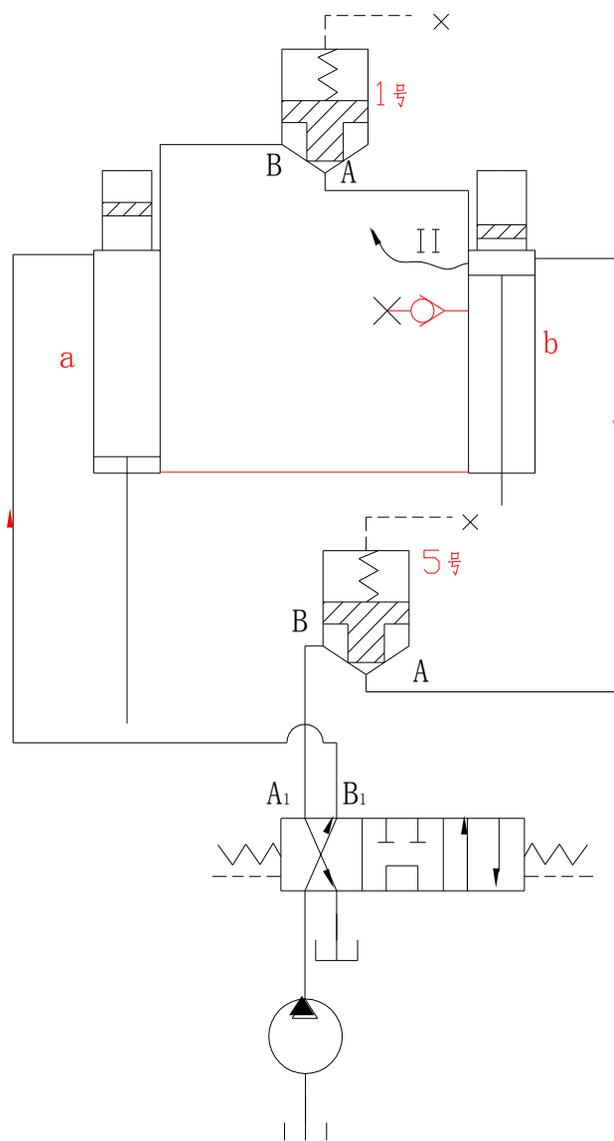

图 1-10-4
5、同样的步骤，换边检测，（参见图 1-10-4）如 b 缸补油管 II 开口处无油流出，则 1 号 A、B 之间锥密封良好，有则 A、B 之间不好；从而可反过来验证 1 号 X → B 之间的面密封情况。